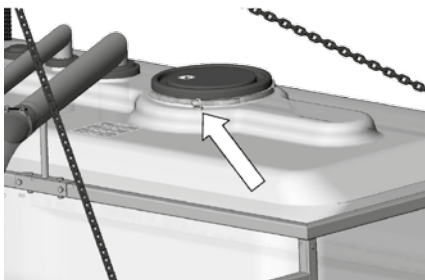

Abb. 34 Tankdeckel mit Bügelschloss
11. Bügelschloss des Tankdeckels aufschließen, abnehmen und einstecken (Abb. 34).